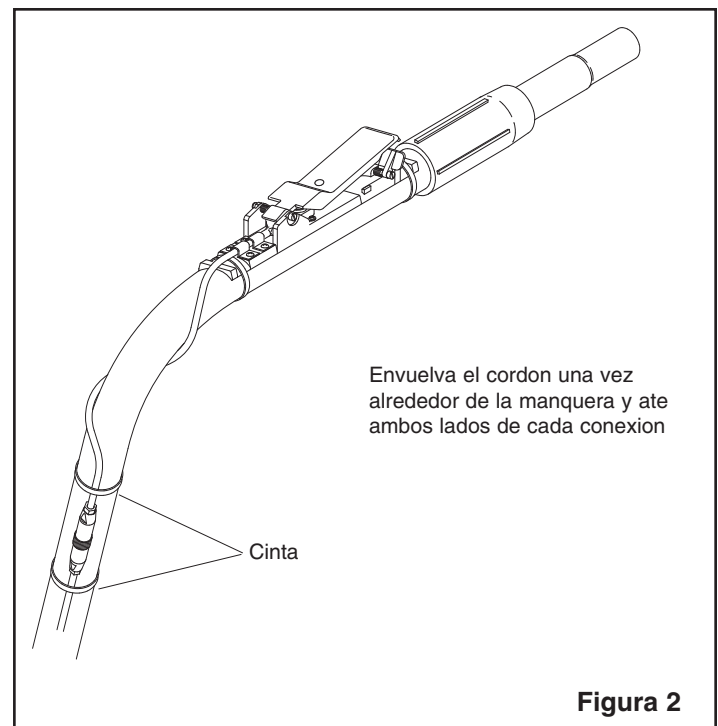

Figura 2
2.3.1 Envuelva el cordón de látigo del mando de control eléctrico una vez alrededor de la manguera de chorreado, como se muestra en la figura 2, y después conéctelo al cordón de control. Si el cordón no está envuelto tal como se describe, cuando se doble la manguera de chorreado, la tensión excesiva hará que los cables se salgan de los conectores o del interruptor eléctrico.